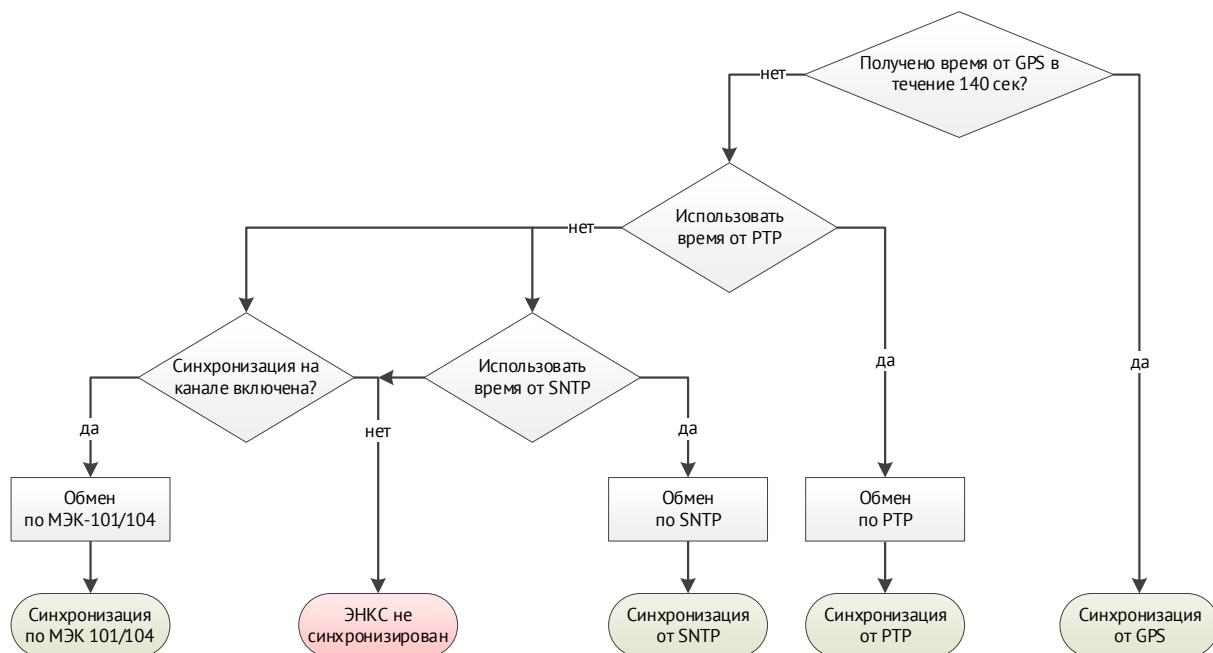

Рисунок 5.10. Алгоритм синхронизации внутренних часов в ЭНКС-3м
5.6.3 При потере сигнала спутника, когда используется метод синхронизации от внутреннего приёмника, прибор автоматически переключается в режим синхронизации от устройств вышестоящего уровня. Алгоритм выбора источника точного времени приведен на рис. 5.10.